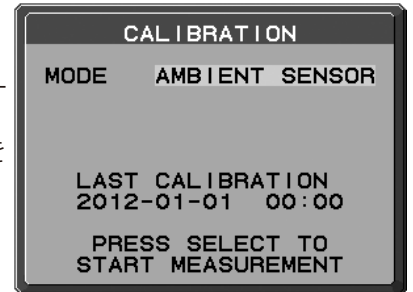

図15
- 2 液晶ディスプレイの電源を入れて 30 分以上経過してから、キャリブレーションモードで AMBIENT SENSOR を選択します。(図 15)